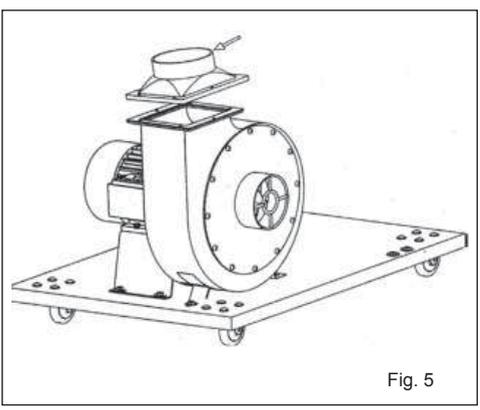

Fig. 5
4. Aligner le groupe moteur avec le tambour pour l'emplacement des sacs. Placer le joint entre les deux pièces à assembler. Utiliser les vis, rondelles et écrous correspondants (Fig. 5).